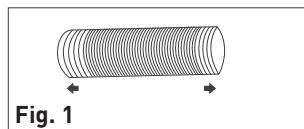
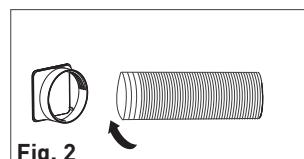

Fig. 1
Fig. 2
- Despliegue ligeramente un primer extremo del tubo (Fig. 1), después enrósquelo en el adaptador de entrada (Fig. 2). Procure que el tubo se enrosque lo máximo posible en el adaptador.